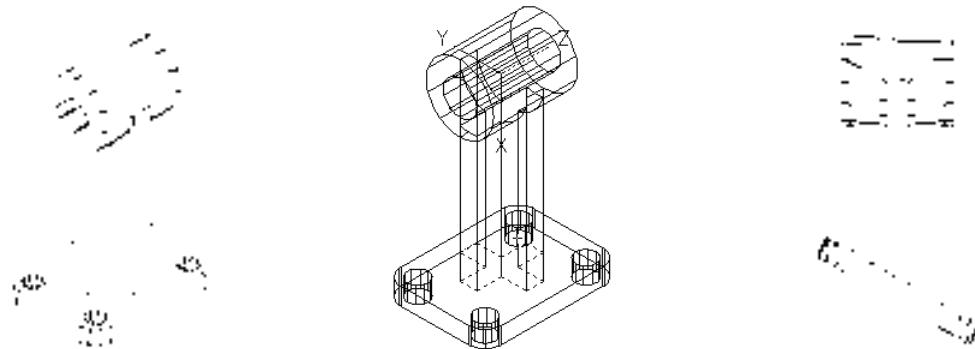

图 11-106 消隐后的实体
16) 单击“建模”工具栏中的“差集”按钮 $\ominus$ ，将并集后的实体与 R10 圆柱体进行差集运算。消隐处理后的图形，如图 11-106 所示。